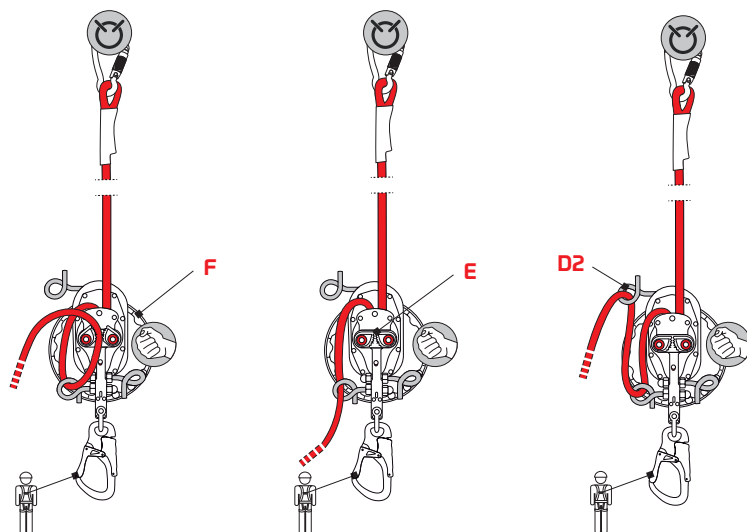
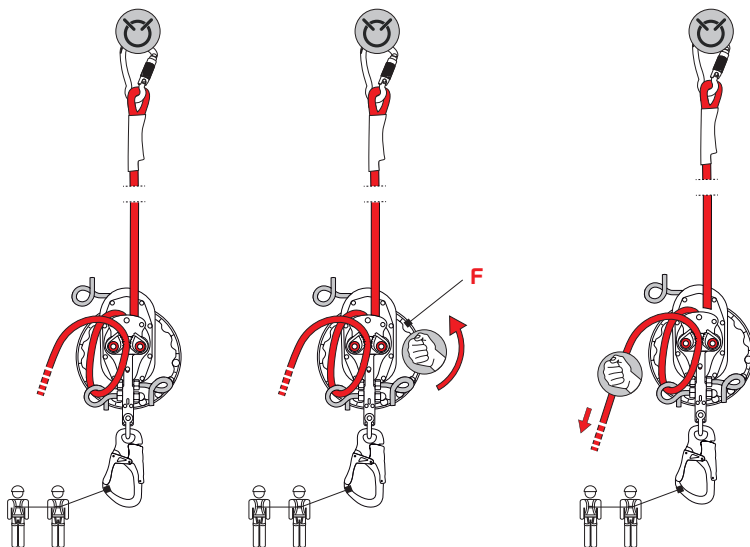

Fig.9
Fig.11
- en maintenant fermement le volant (F), ôter la corde de la gâchette (E) et l'introduire dans l'œillet en « queue de cochon » (D2) - fig. 9,
- k) tourner le volant (F), éventuellement à l'aide de la manivelle (G) et, à chaque tour, tendre la corde libre (cette opération permet de décharger le poids du blessé de son dispositif anti-chute) - fig. 11,
- a) en maintenant fermement le volant (F), ôter la corde de la gâchette (E) et l'introduire dans l'œillet en « queue de cochon » (D2) - fig. 9,
- b) relâcher le volant (F),
- a) tourner la manivelle (G) et, à chaque tour, tendre la corde libre - fig. 11.